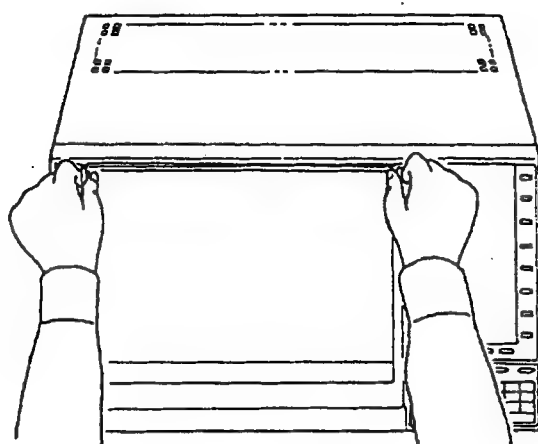
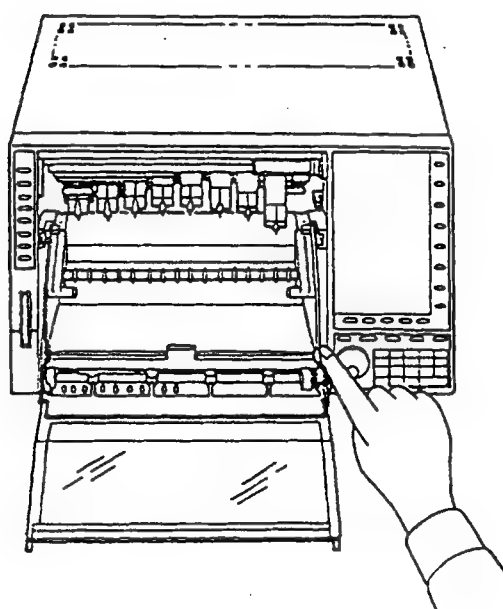
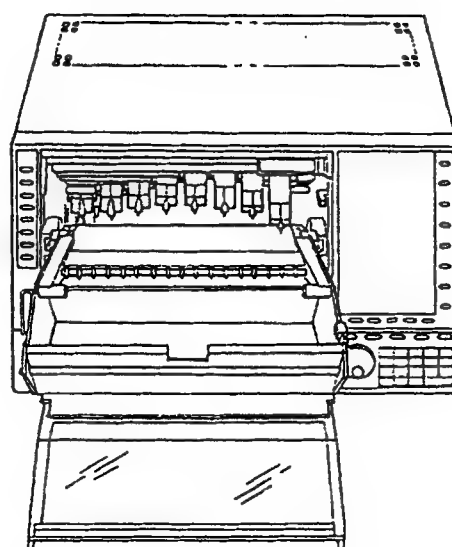

図6.1
図6.2
図6.3
- (1) 前面扉を開き, 記録紙収納ユニットの右のストッパを押すとユニットが持ち上がります (図6.1, 図6.2)。
- (2) ユニットを手前に引き, ユニットを本体からはずします (図6.3)。
- (3) プリンタキャリッジを左端に, ペンキャリッジ全てを右端に寄せます。
- (2) 前面扉を開きスケールを手前に下げてから記録紙収納ユニットを本体からはずします (図6.1～図6.3参照)。
(1) 前面扉を開きます。
(2) ペンの装着, 交換は記録紙収納ユニットをはずした状態で行ってください。スケールを手前に下げてから記録紙収納ユニットの右のストッパを押しユニットを本体からはずしてください(図6.2参照)。